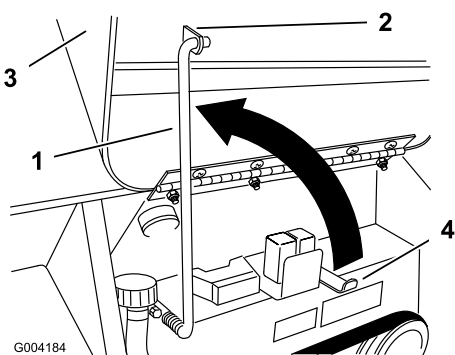

Figura 28
- Suba la varilla de soporte y engánchela en el soporte del capó (Figura 28).